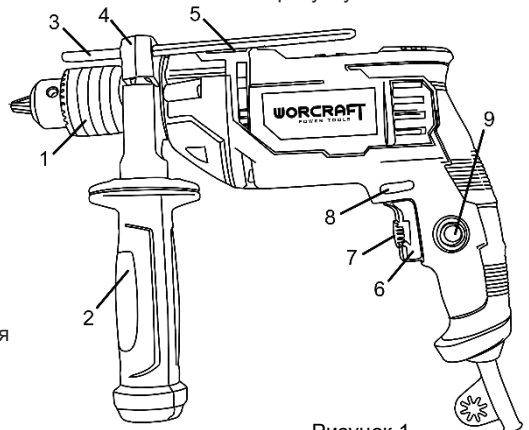

Рисунок 1
4.2 Виберіть необхідний режим роботи виробу за допомогою перемикача (5) (див. рисунок 1). Перемикач режимів роботи виробу здійснюється переведенням перемикача (5) (див. мал.1) з одного крайнього положення в інше в сторону відповідного символу режиму роботи:
- ударно-обертальний – перемикач (5) повинен бути переведеним до упору убік символу **T**;
- обертальний – перемикач (5) повинен бути переведеним до упору убік символу **2**.